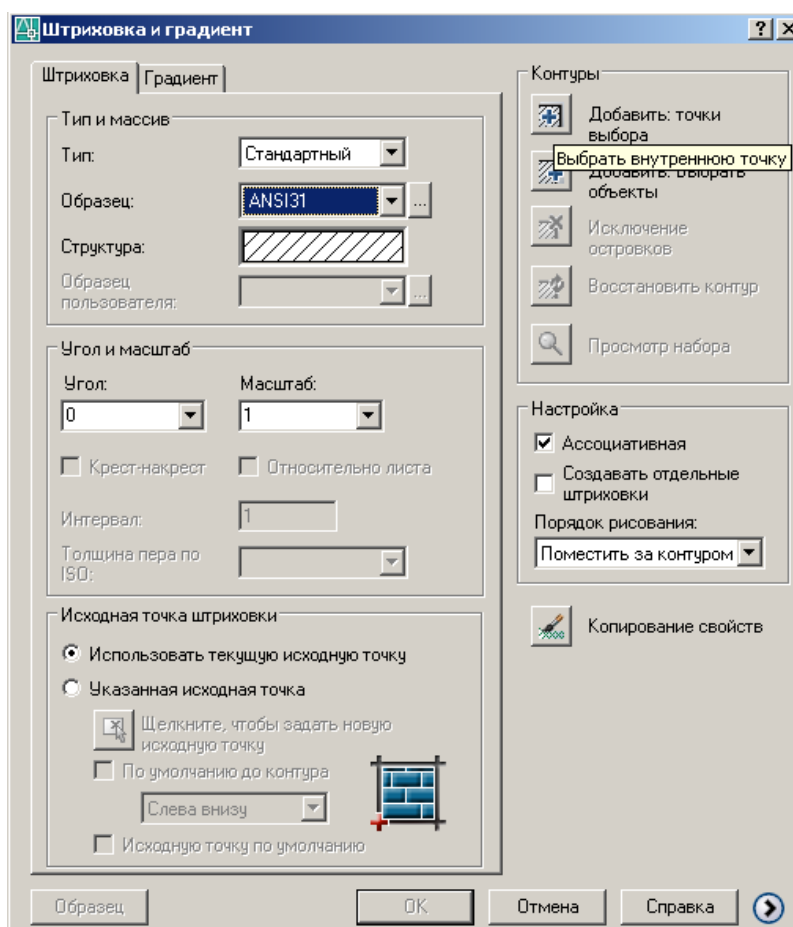
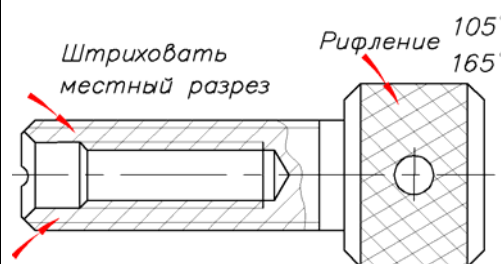
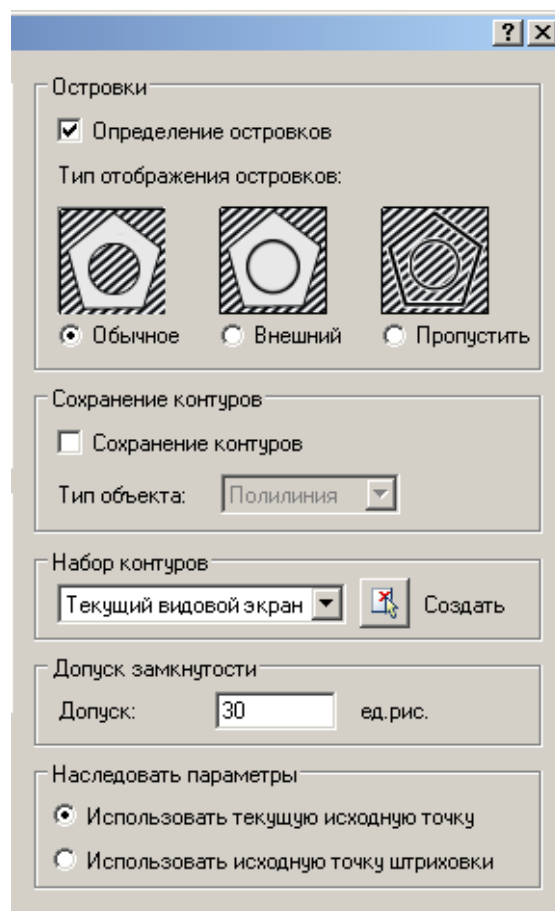

Рис. 2.17. Диалоговое окно **Штриховка и градиент**
Рис. 2.20
Рис. 2.23. Диалоговое окно с выбранной вкладкой **Островки**
После ввода команды **Рисование → Штриховка** появляется диалоговое окно **Штриховка и градиент**. При первом вызове команды окно нужно настроить, как показано на рис. 2.17.
В следующем примере представлена деталь – поверхность вращения (рис. 2.20). С левой стороны нужно заштриховать местный разрез, учитывая, что деталь содержит наружную и внутреннюю резьбу. Команды штрихования те же, что и в предыдущих примерах, нужно только правильно выбрать контуры для штрихования.
С правой стороны наружная поверхность детали имеет сетчатое рифление. Согласно ГОСТ 21474–75, данный вид рифления условно изображается тонкими линиями, наклоненными под углом  $\pm 30^\circ$  относительно горизонтальной оси. Для нанесения линий рифления необходимо также использовать команду **Рисование → Штриховка**. Затем в диалоговом окне (рис. 2.17) выбрать шаблон штриховки **ANSI31** (тот же, что и в предыдущем примере). Далее в этом же окне перейти на поле **Угол** и выбрать значение  $105^\circ$ . Затем перевести курсор к полю **Контуры**, нажать кнопку **Добавить: Точки выбора**. После этого происходит возврат к чертежу, на котором нужно указать точку внутри области штрихования (рифление на рис. 2.20) и нажать на клавиатуре клавишу **Enter**. На экране вновь появится диалоговое окно **Штриховка и градиент**, здесь нужно просто нажать кнопку **ОК**. Выбранный контур будет заштрихован под углом  $-30^\circ$ . Для нанесения линий рифления под углом  $+30^\circ$  нужно повторить перечисленные выше операции, выбрав в диалоговом окне **Штриховка и градиент** в поле **Угол** значение  $165^\circ$ .
2. В диалоговом окне **Штриховка и градиент** (рис. 2.17) нажать стрелку  в нижнем правом углу и раскрыть вкладку **Островки** (рис. 2.23).